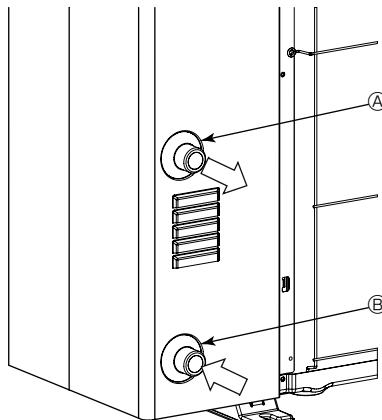

Fig. 5-1
### 5.1. Σύνδεση σωληνώσεων νερού (Fig. 5-1)
- Η θέση των σωλήνων εισαγωγής και εξαγωγής φαίνεται στην Fig. 5-1.
- [Fig. 5-1]